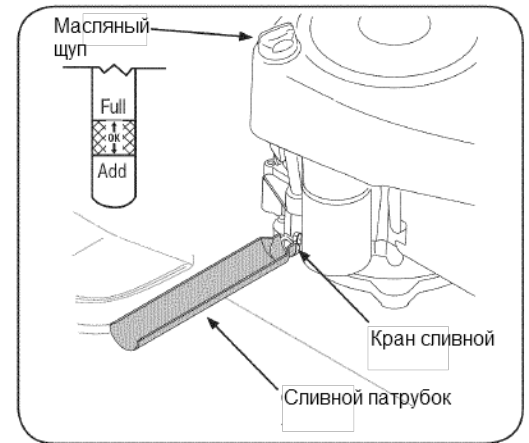

Рис. 9
3. Извлеките щуп и проверьте уровень масла. Уровень масла должен быть на отметке верхней риски щупа FULL. См. Рис. 9.
2. Открутите крышку масляного щупа и извлеките его из заливной горловины. См. Рис. 9.